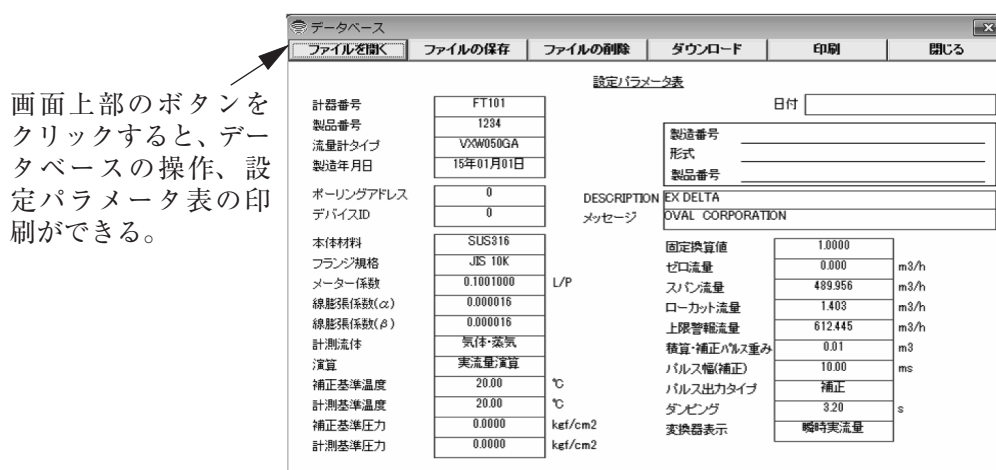

図62
- ④ 選択されたファイルのデータが図62のようなフォーマットで表示されます。